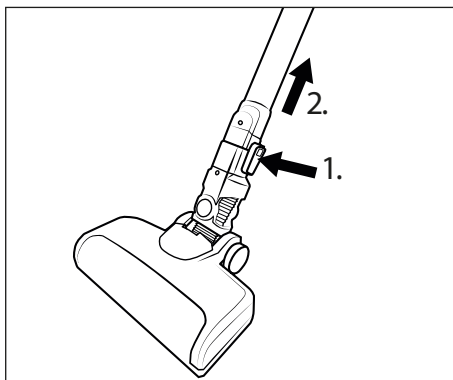

Fig. 12
- ♦ Para remover a escova para chão 22 do tubo de aspiração 24, mantenha o botão de desbloqueio da escova para chão 23 pressionado e puxe o tubo de aspiração 24 da escova para chão 22 (ver fig. 12).